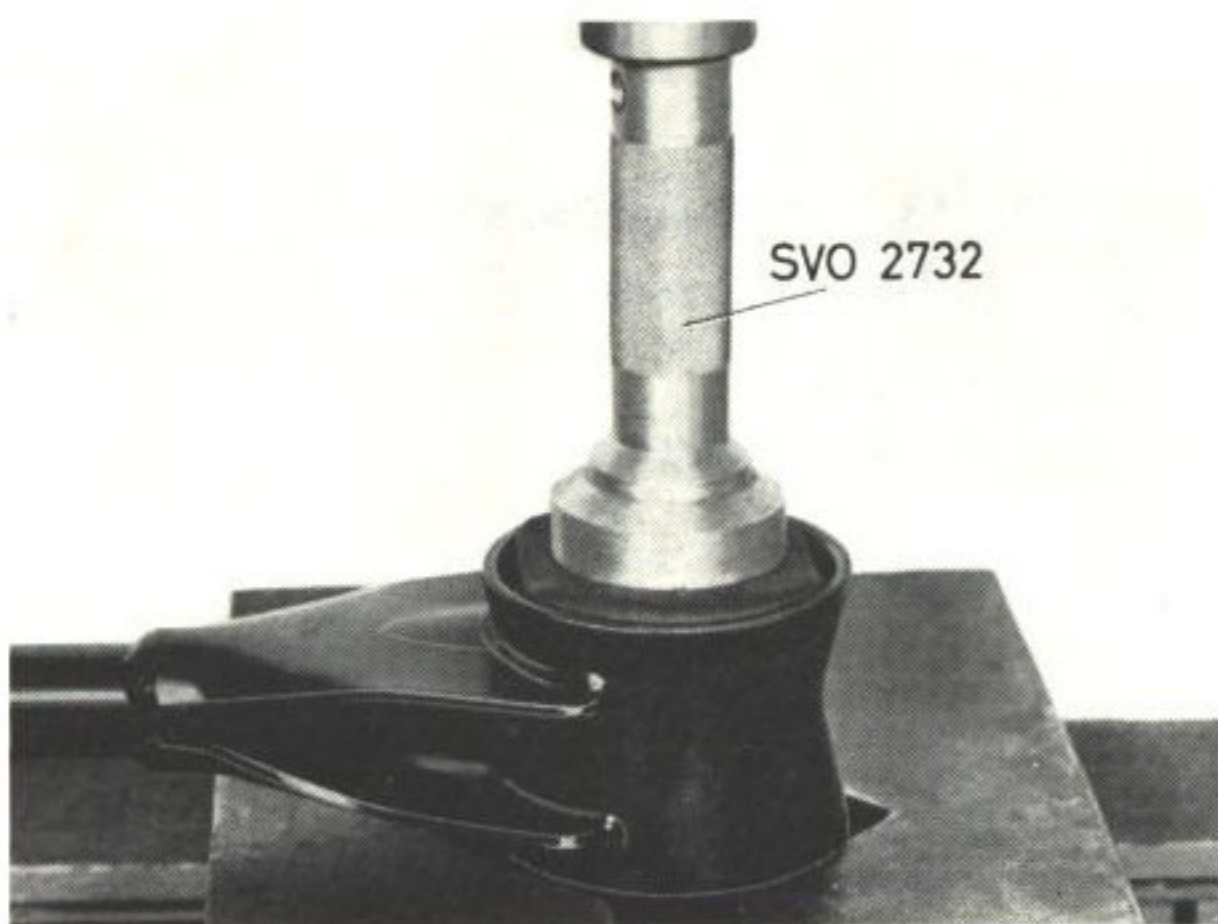

Bild 14.
3. Bakre bussningen pressas ur med dorn SVO 2732 (se bild 14). Bussningen pressas i med samma verktyg. Då det gäller gummibussning av sen. utf. med "midja" skall gummit bestrykas med olja före ipressning.